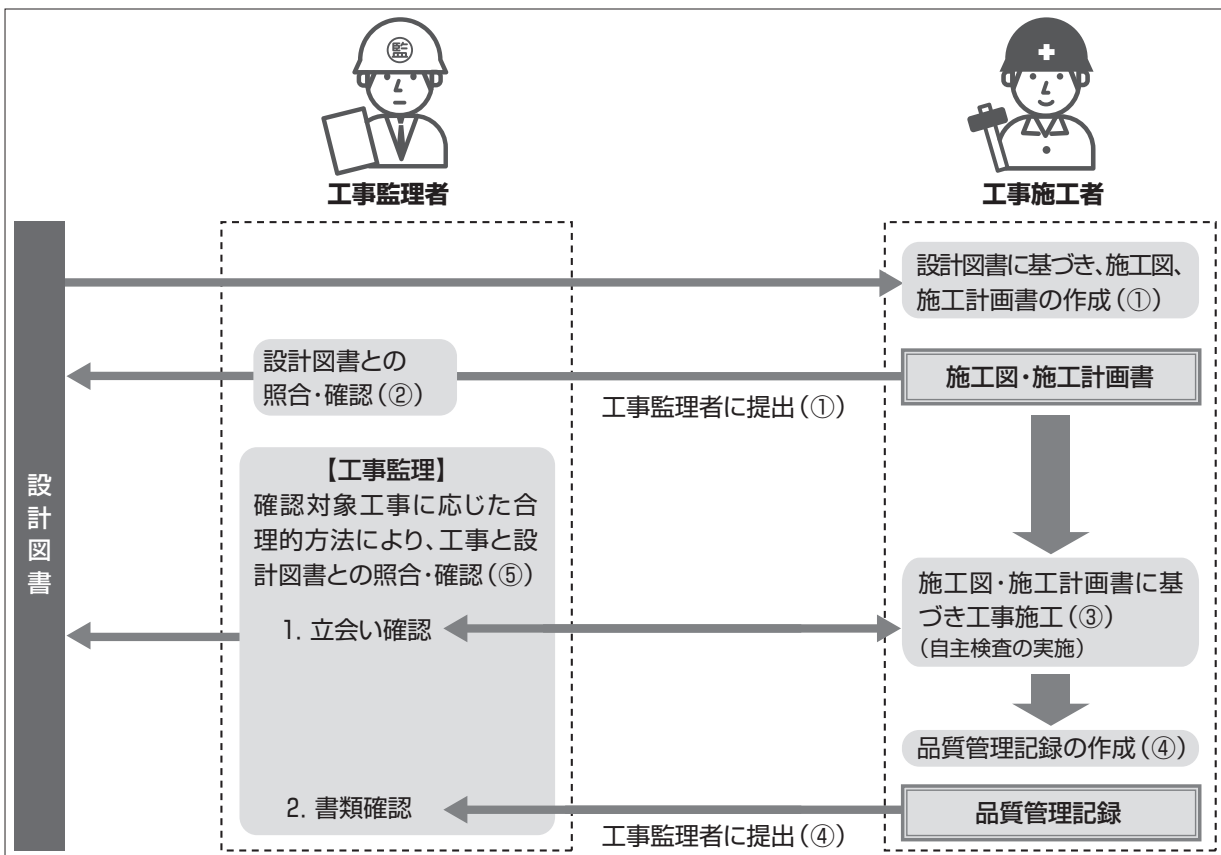

図3：「工事監理」と工事施工者の行為との関係（非木造建築物の場合）
- (c) ガイドラインにおいて想定している、書類確認（品質管理記録の確認）を実施する場合の概略イメージ（非木造建築物の場合）を図 3 に示します。
- ① 工事施工者は、工事請負契約により、設計図書に基づいて施工図や施工計画書を作成し、工事監理者に提出します。
- ② 工事監理者は、施工図等を設計図書と照合・確認します。
- ③ 工事施工者は、施工図等を基に自らの品質管理（自主検査を含む。）の下に施